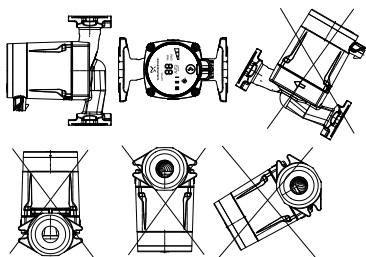

Fig. 2 Posiciones de instalación
- Instale la bomba con el eje del motor horizontal; vea la fig. 2.